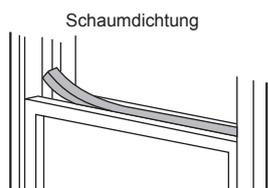

Abb. 11
5. Schneiden Sie die Schaumdichtung auf eine geeignete Länge ab und dichten Sie den offenen Spalt zwischen dem oberen und dem unteren Fensterflügel ab (Abb.11).